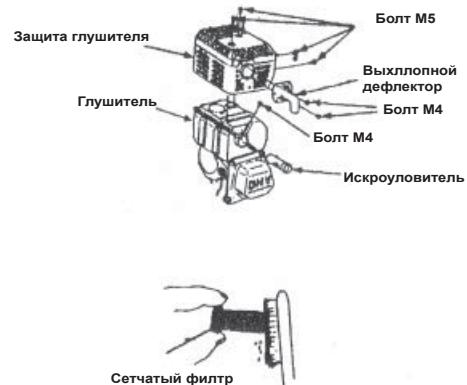

Рис.30
- а) Открутите гайки M4 и извлеките выхлопной дефлектор из корпуса. (Рис.30);